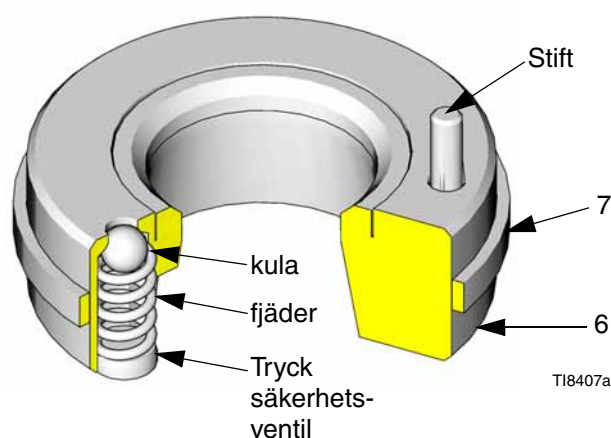

FIG. 4
- Ta bort kulorna (5), intagssätena (6 och 34) och packningarna (7).
- Kontrollera säkerhetsventilen i sätet (6) för att se till att den inte är tilltäppt. Tryck ned ventilens kula för att se att kulan och fjädern kan röra sig fritt. Se FIG. 4.